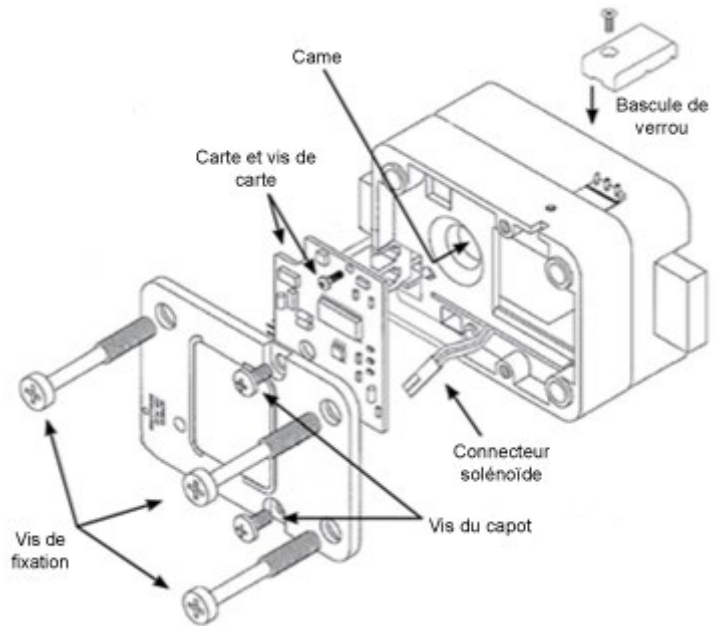
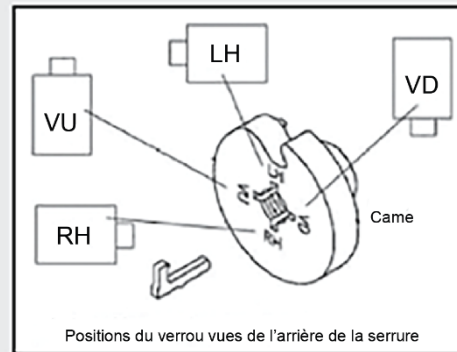

Figure 10
Figure 11
8. Retirez les deux vis du capot arrière de l'assemblage de la serrure et retirez le capot arrière de la serrure (Figure 10).
9. Débranchez avec précaution le connecteur solénoïde de la carte système. (Le cas échéant, débranchez le connecteur de la bascule de verrou de la carte système.) (Figure 10)
10. Retirez la vis de la carte système, puis retirez délicatement la carte système du boîtier (Figure 10).
13. Faites ensuite pivoter (dans le sens inverse des aiguilles d'une montre) d'au moins 1/2 tour jusqu'à ce que la rainure de la tige soit alignée avec la position de la cannelure. La bonne position de la cannelure pour l'installation indiquée dans Figure 10 est RH (pour une porte « côté droit »). Pour toutes les positions de montage, reportez-vous au **Graphique des positions de la clavette** (Figure 11).
(Figure 11).